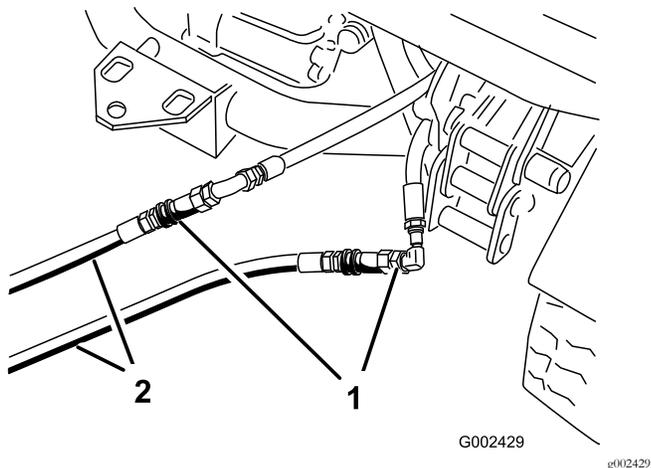

图77
3. 在禁用的机器上将 2 个跳线软管连接至断开的软管 图77。